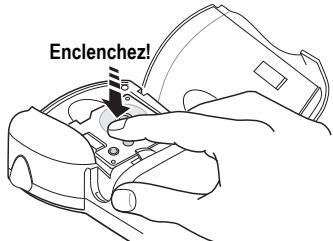

Figure 4
4. Insérez la cassette de sorte que la bande et le ruban soient placés entre la tête d'impression et le galet presseur. Voir Figure 4.